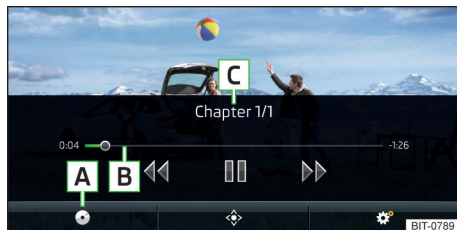

Fig. 192
Meniul principal » fig. 192
Derularea înainte/înapoi a videoclipului la momentul dorit	Atingerea axei de timp de redare B » fig. 192 la pagina 161
- › Pentru **afișarea** meniului DVD, în meniul principal *Video-DVD* atingeți suprafața de comandă funcții ◆ » fig. 192 la pagina 161.